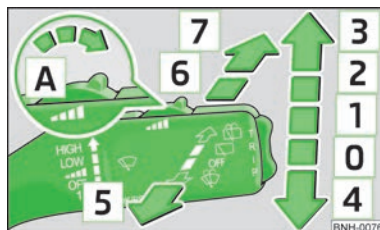

Fig. 28
- Dacă doriți să ștergeți parbrizul scurt, apăsați maneta în poziția asistată de arc 4 » fig. 28.
- Aduceți maneta în sus, în poziția 1 » fig. 28.
- Aduceți maneta în sus, în poziția 2 » fig. 28.
➤ Aduceți maneta în sus, în poziția **3** » fig. 28.
- Trageți maneta înspre volan în poziția amortizată **5** » fig. 28, instalația de spălare a parbrizului și ștergătoarele funcționează.
➤ Apăsați maneta în sens opus volanului, în poziția **6** » fig. 28; după câteva secunde, ștergătorul șterge la intervale regulate de timp.
- Apăsați maneta în sens opus volanului, în poziția amortizată **7** » fig. 28, ștergătoarele și instalația de spălare funcționează.
➤ Aduceți maneta la loc, în poziția de bază **0** » fig. 28.
Dacă faza scurtă sau faza lungă este cuplată și maneta ștergătoarelor de parbriz se trage în poziția **5** » fig. 28 la pagina 40, farurile sunt stropite scurt. La curățirea farurilor se ajunge și la fiecare a zecea stropire a parbrizului.
- Apăsați maneta ștergătoarelor de parbriz în poziția **4** » fig. 28 la pagina 40, brațele ștergătoarelor de parbriz se deplasează în poziția de service.
- Puneți contactul și apăsați maneta ștergătoarelor de parbriz în poziția **4** » fig. 28 la pagina 40, brațele ștergătoarelor de parbriz se deplasează în poziția de bază.